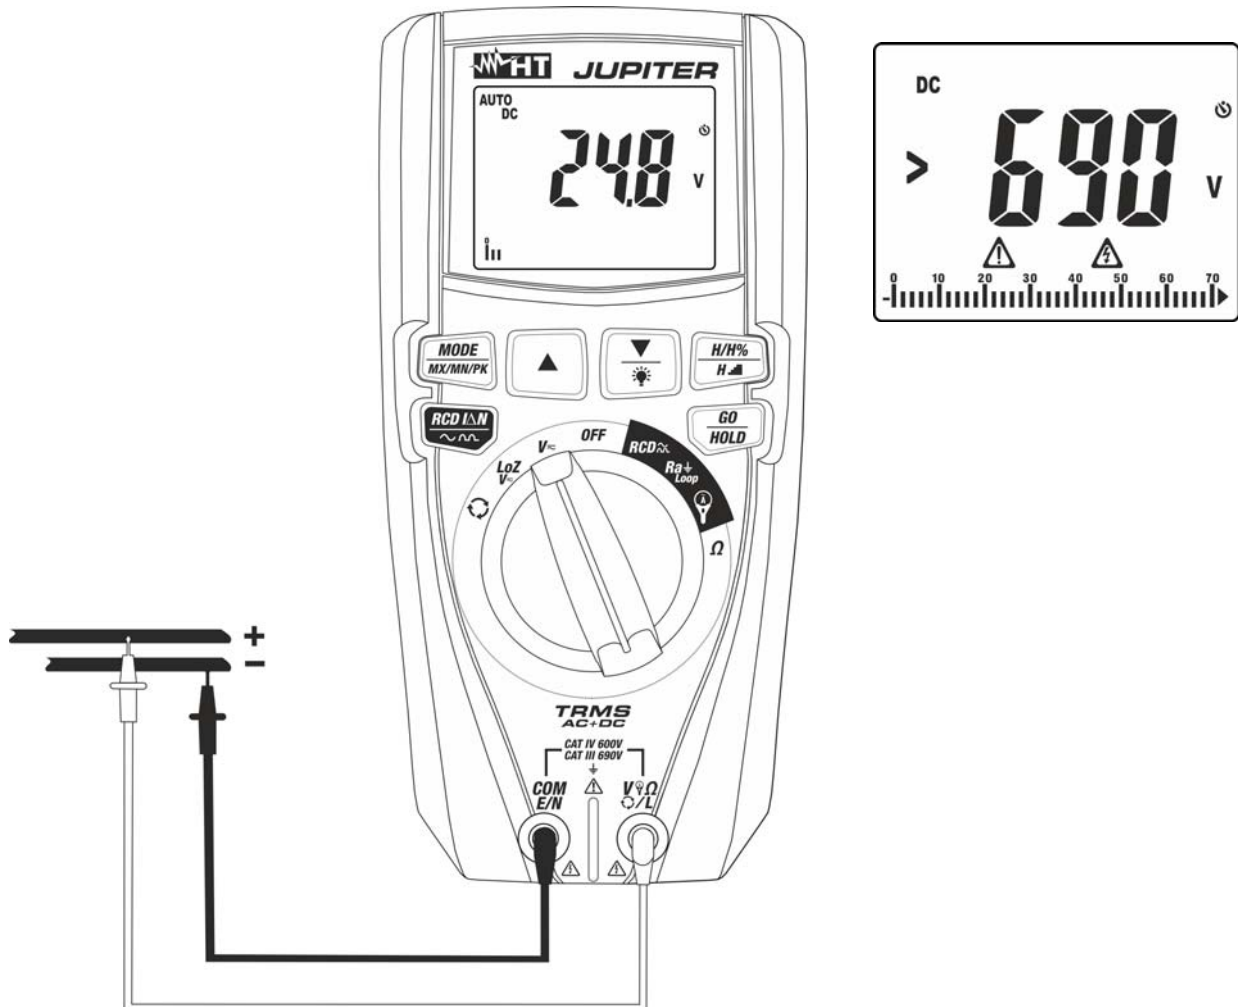
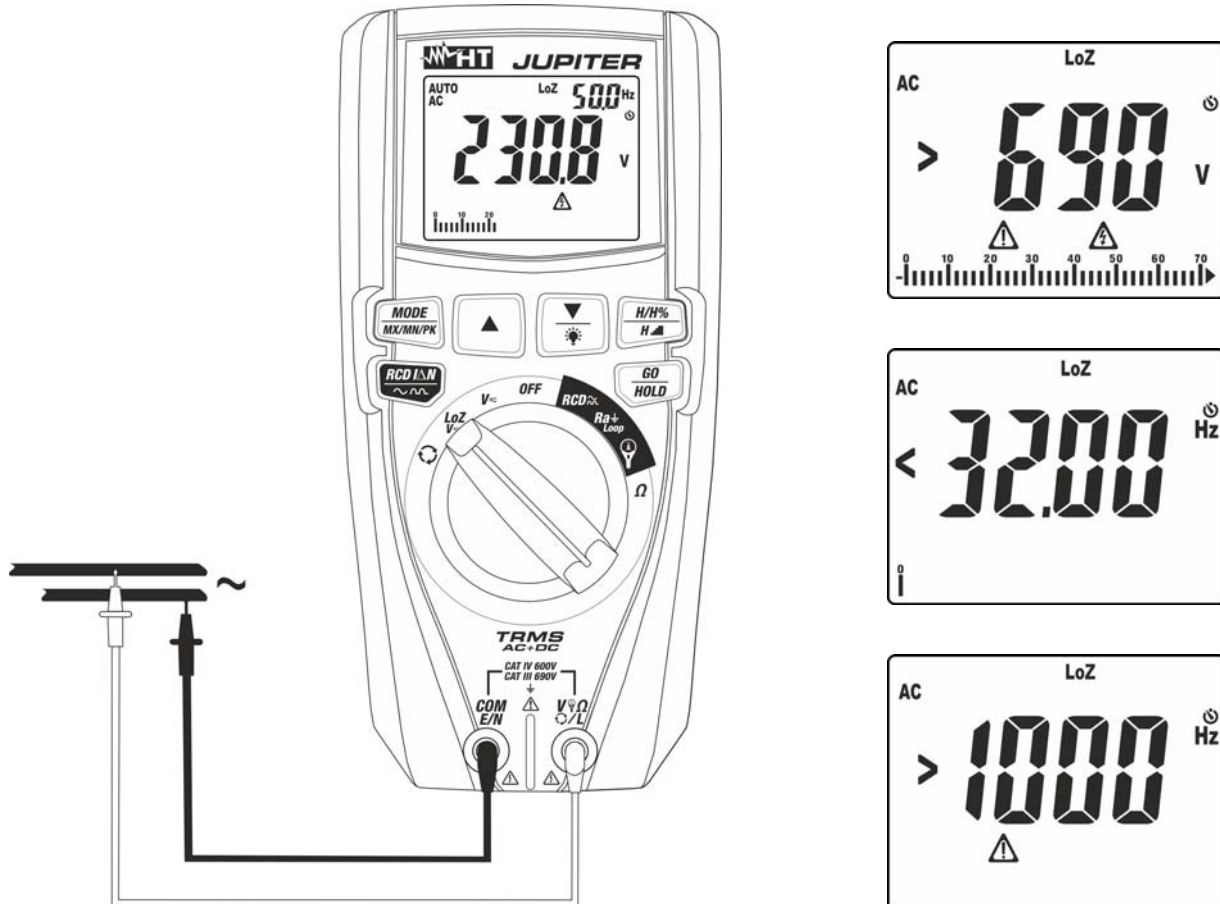

Abb. 8: Verwendung des Gerätes für Gleichspannungsmessung
Abb. 10: Verwendung des Geräts für AC/DC Spannungsmessung mit Funktion LoZ
3. Verbinden Sie die rote Messleitung und die schwarze Messleitung mit dem jeweils positiven und negativen Potenzial des zu messenden Kreises (siehe Abb. 8). Der Spannungswert erscheint auf dem Display.
4. Wenn im Display die Meldung "**>690V**" erscheint (siehe Abb. 8), ist der höchste messbare Wert erreicht worden.
5. Das Symbol "**-**" auf dem Display des Gerätes gibt an, dass die Spannung die umgekehrte Richtung mit Bezug auf den Anschluss in Abb. 8 hat.
4. Stellen Sie die rote und die schwarze Messleitung in den entsprechenden Punkten des zu messenden Kreises (siehe Abb. 10) zur Messung der AC Spannung oder in den Punkten mit positivem oder negativem Potenzial des zu messenden Kreises (siehe Abb. 8) zur Messung der DC Spannung. Der Spannungswert erscheint auf dem Display. Rechts auf der Oberseite des Displays wird der Wert der Frequenz der Spannung angezeigt. Drücken Sie die Taste **MODE/MX/MN/PK** zur Anzeige des Werts der Frequenz mit besserer Auflösung.
5. Wenn im Display die Meldungen "**<32Hz**" oder "**>1000Hz**" (siehe Abb. 10) erscheinen, liegt der Wert der Frequenz außerhalb des Messbereiches **32Hz ÷ 1000Hz**.
6. Das Symbol "-" auf dem Display des Gerätes gibt an, dass die Spannung die umgekehrte Richtung mit Bezug auf den Anschluss in Abb. 8 hat.